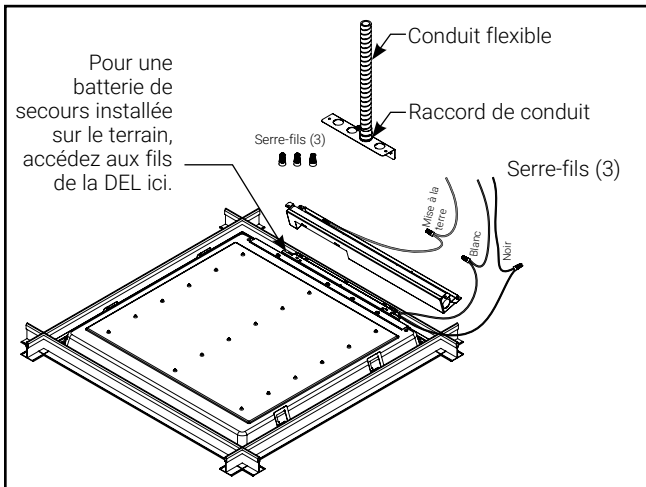

Figure 5.
7. Faites passer la ligne d'alimentation par le débouché ouvert. Utilisez les trois capuchons de connexion fournis pour relier le fil de mise à la terre au fil de mise à la terre d'alimentation, le fil noir (ligne) au fil d'alimentation noir, et le fil blanc (neutre) au fil blanc de l'alimentation (Figure 5).
REMARQUE : Le luminaire est compatible avec les systèmes de batterie de secours y compris les modèles EBPLED7W et EBPLED14W de Surelites. Si vous utilisez un système de batterie de secours compatible installé sur place,, retirez la plaque de couverture du conducteur pour accéder aux fils de charge de la DEL et suivez les instructions de câblage de la batterie de secours (Fig. 5). Assurez-vous de réinstaller le couvre-joint du pilote après avoir effectué le câblage.